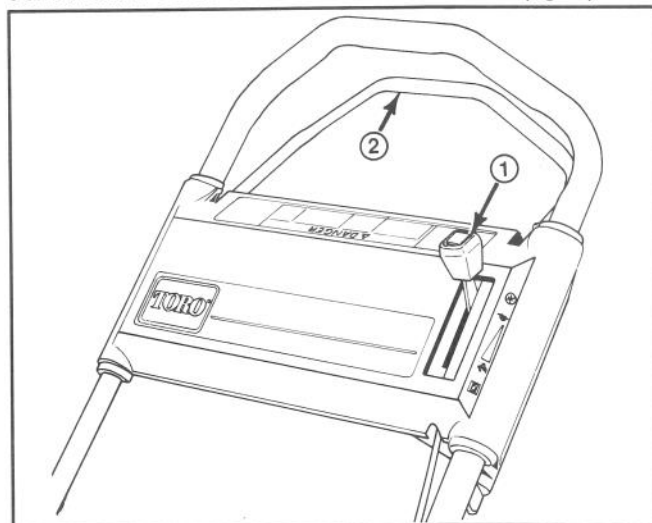
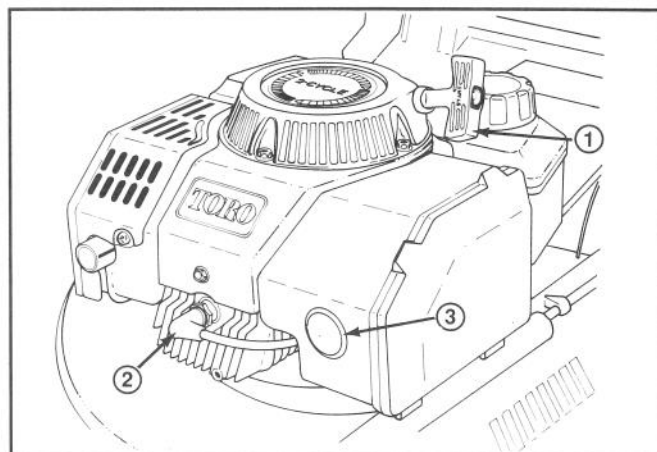
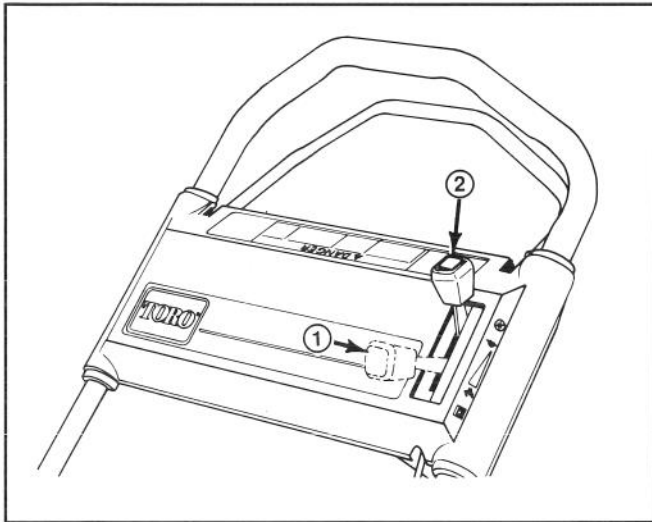

Figure 7
Figure 8
Figure 9
**COMMANDES**—Les manettes des gaz et du système de traction se trouvent sur le guidon supérieur (fig. 7). L'amorçage est situé à l'avant du moteur et le démarreur à corde sur le dessus du moteur (fig. 8).
**1. DÉMARRAGE**—Brancher le fil d'allumage sur la bougie (fig. 8). Pousser le levier des gaz en position CHOKE (starter) (fig. 9).
3. Tirer la corde du lanceur du moteur (fig. 8) jusqu'à ce qu'elle ne présente plus de mou. Puis, tirer vigoureusement pour lancer le moteur. Une fois que le moteur tourne, placer la manette des gaz en position FAST (rapide) ou régler à la vitesse désirée.
**Remarque:** si le moteur ne démarre pas, placer la manette des gaz en position OFF (fig. 9) et attendre 3 secondes. Répéter les étapes 1 à 3 jusqu'à ce que le moteur démarre.
4. ARRÊT (fig. 9)—Pour arrêter le moteur, ramener la manette des gaz en position ENGINE OFF (moteur coupé). Débrancher le fil de bougie si la tondeuse ne va plus être utilisée ou est laissée sans surveillance.
1. Arrêter le moteur et débrancher le fil de la bougie (fig. 8).
4. Placer la manette des gaz sur OFF (moteur coupé) (fig. 9).